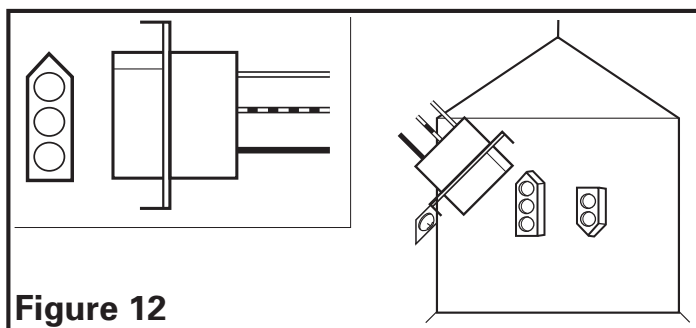

Figure 12
3. Branchez la corde à 2 broches à connexion rapide du moteur du ventilateur située et la corde à 3 broches à connexion rapide du moteur du ventilateur dans les réceptacles situés sur le dessus de la couverture du compartiment du fil. Ces cordes s'inséreront seulement d'une façon dans les réceptacles (**Figure 12**).